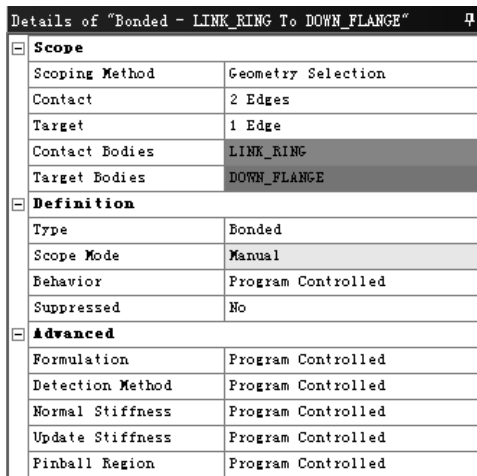

图 9.7.13 “定义接触参数”对话框（一）
(1) 在“Outline”窗口中选择  Connections 节点下的  Contact Region, 弹出图 9.7.13 所示的定义接触参数对话框(一)。